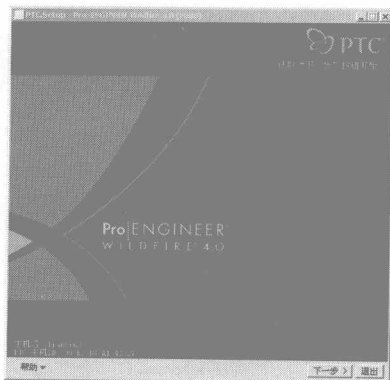

图 1-4 PTC.Setup - Pro/ENGINEER Wildfire 4.0 (F000) 对话框
- 步骤1** 将安装程序的第一张光盘插入到光驱中,经过少许时间后,程序将弹出 PTC.Setup-Pro/ENGINEER Wildfire 4.0 (F000) 对话框,如图 1-4 所示。